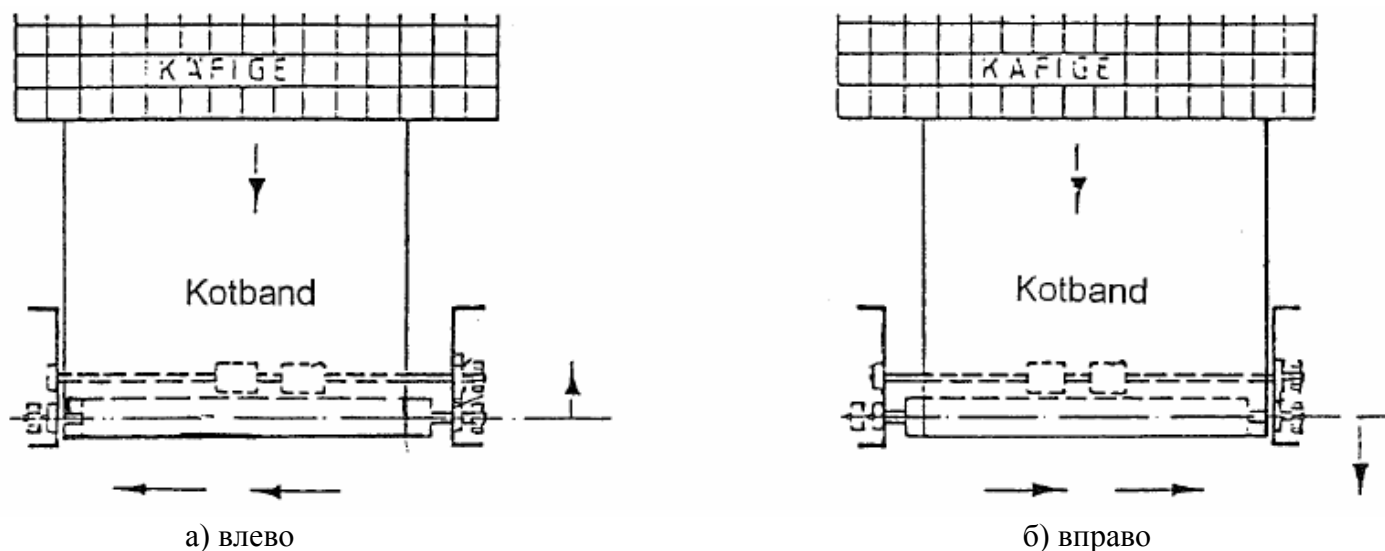

Рисунок 3. Смещение пометоуборочной ленты
Если лента помета сдвинулась вбок, то регулировка производится путем перемещения пластины основания, на которой закреплены ролики привода ленты и прижимные ролики ленты помета (см. рисунок 3 а, б).
- Сместить пластину основания, поворотом регулировочного винта на $\frac{1}{2}$ оборота (см. рисунок 3 а).
- Сместить пластину основания, поворотом регулировочного винта на $\frac{1}{2}$ оборота (см. рисунок 3 б).